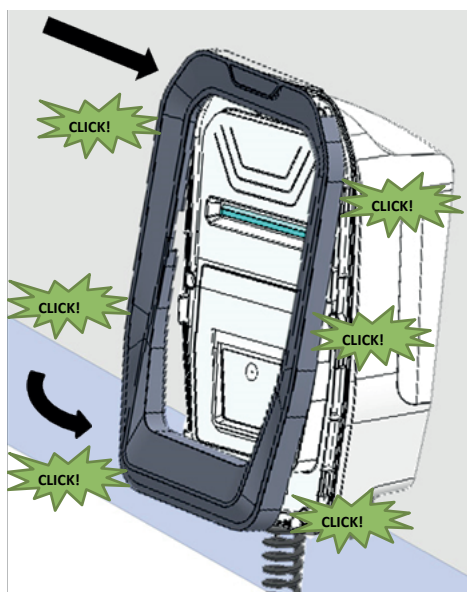

Figura 22:Cierre del equipo, Paso 2.
2.- Ponga el marco, desde la parte superior a la parte inferior de la caja, asegurándose de que haga clic en los seis puntos que se muestran en la **Figura 22**.